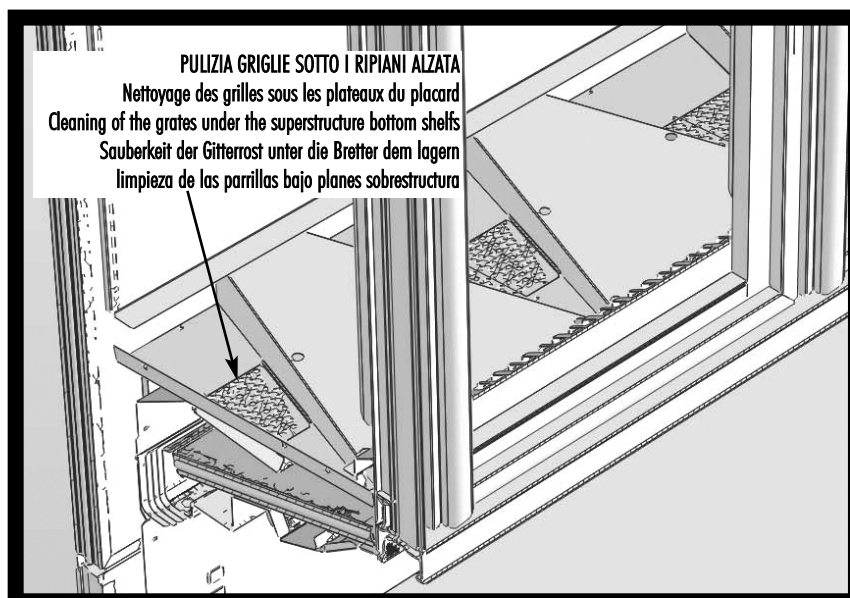

fig. 21
3) **Ogni tre mesi procedere alla pulizia delle griglie che si trovano sotto i piani di fondo dell'alzata** (vedi fig. 21 a pag. 7).